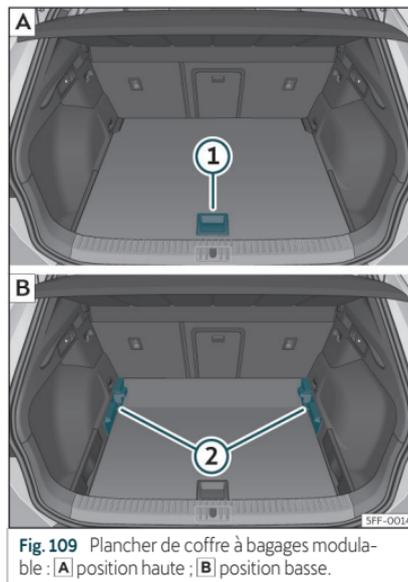

Fig. 109 Plancher de coffre à bagages modulable : [A] position haute ; [B] position basse.
- Pour passer de la position basse en position haute, relevez le plancher avec la poignée »» **fig. 109** ①, tirez-le vers l'arrière jusqu'à ce que la partie avant du plancher dépasse complètement les supports »» **fig. 109** ②.
- Déplacez le plancher vers l'avant sur ces derniers jusqu'à ce qu'il bute contre le dossier de la banquette arrière et ensuite, abaissez le plancher avec la poignée ①.
- Pour passer de la position haute en position basse, relevez le plancher avec la poignée »» **fig. 109** ①, tirez-le vers l'arrière jusqu'à ce que la partie avant du plancher dépasse complètement les supports »» **fig. 109** ②.
- Lorsque le plancher modulable se trouve en position haute, relevez-le à l'aide de la poignée»» fig. 109 ①, tirez-le et repoussez-le vers le dossier de la banquette arrière jusqu'à ce qu'il se plie au niveau de la charnière et que sa partie mobile repose contre le dossier.